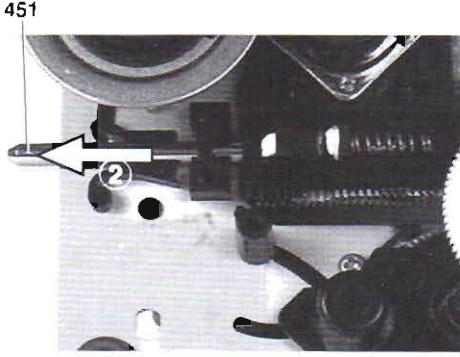

Fig. 11
- Führungsstange 451 in Pfeilrichtung ② schieben und Lasereinheit abnehmen (Fig. 11).